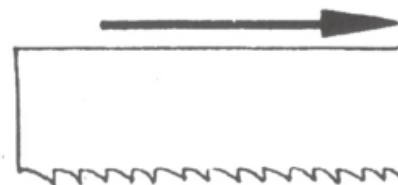

Рис. 6
- Установите новое полотно сначала между направляющими, а затем на шкивы с резиновым покрытием таким образом, чтобы зубья были повернуты так, как показано на рис. 6.